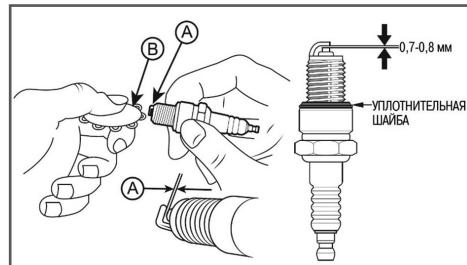

Рис. 30 Проверка межэлектродного зазора
- Измерьте зазор А между электродами свечи зажигания специальным щупом В. Зазор должен быть 0,7-0,8 мм (Рис. 30). При увеличении или уменьшении требуемого зазора, рекомендуется заменить свечу, так как регулировка зазора может привести к изменению качества искрообразования.